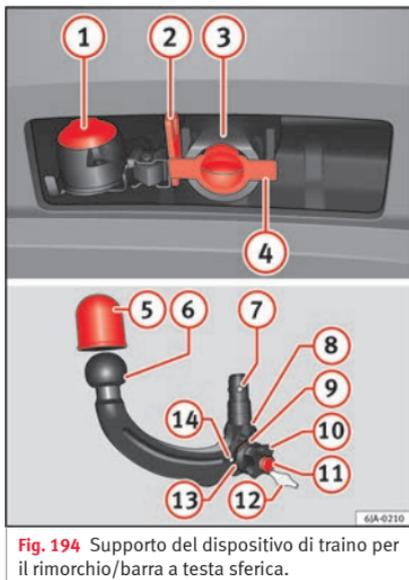

Fig. 194 Supporto del dispositivo di traino per il rimorchio/barra a testa sferica.
Legenda » fig. 194
- Rimuovere il tappo del foro della bussola di serraggio (4) ►►► **fig. 194** tirando verso il basso.
- Collocare il tappo del foro della bussola di serraggio ④ » fig. 194.